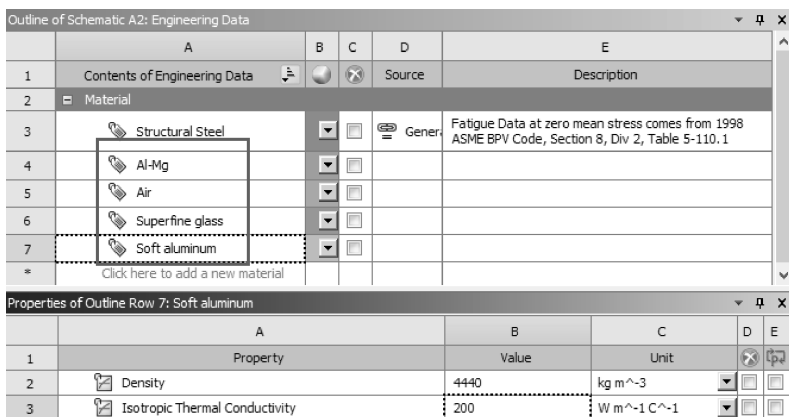

图 3-3 材料属性
(3) 单击【Filter Engineering Data】，在左侧单击【Physical Properties】展开→双击【Density】→【Properties of Outline Row 4: Al-Mg】→【Density】=2550kg/m³。
(4) 在左侧单击【Thermal】展开→双击【Isotropic Thermal Conductivity】→【Properties of Outline Row 4: Al-Mg】→【Isotropic Thermal Conductivity】=160W/(m·℃)。
(5) 输入空气 (Air) 材料的属性：过程与步骤 (2)~(4) 相同。
(6) 输入超细玻璃 (Superfine glass) 材料的属性：过程与步骤 (2)~(4) 相同。
(7) 输入软铝 (Soft aluminum) 的材料属性：过程与步骤 (2)~(4) 相同，如图 3-3 所示。
(8) 单击工具栏中的【A2: Engineering Data】关闭按钮，返回到 Workbench 主界面，新材料创建完毕。